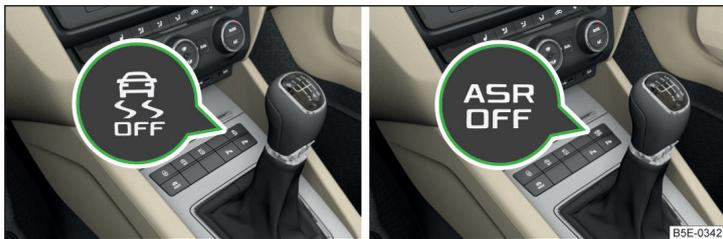

Abb. 155 Systemtaste: Fahrzeug mit ESC / Fahrzeug ohne ESC
- ▶ Durch langes Drücken der Symboltaste  für die Aktivierung und kurzes Drücken der Taste für die Deaktivierung » Abb. 155 auf Seite 142.
- ▶ Durch kurzes Drücken der Symboltaste  » Abb. 155.